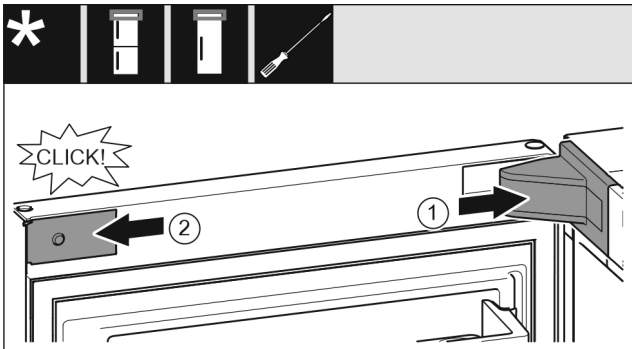

Fig. 26
- ▶ Nasadte a zaklapněte kryt stojanu ložiska Fig. 26 (1), příp. opatrně přitlačte od sebe.
- ▶ Z boku nasadte záslepek Fig. 26 (2) a zaklapněte.